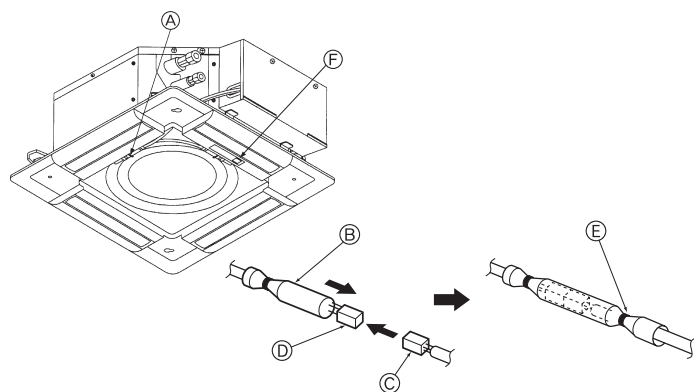

Fig. 5-8
5.3.4. Collegamento elettrico (Fig. 5-8)